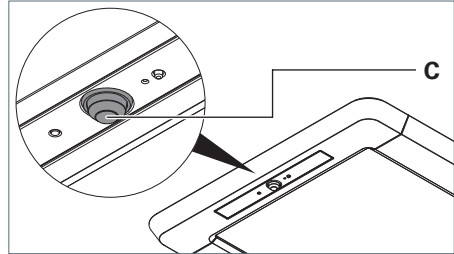
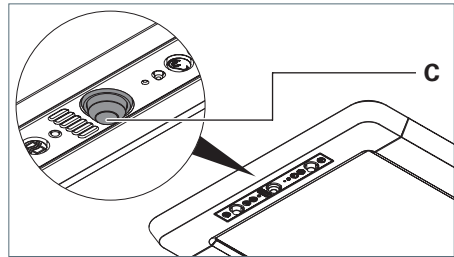

Fig. 29: PIR Sensor, Ausführung R.
Fig. 30: PIR Sensor, Ausführung RX.
- Stellen Sie den Kugelkopf **C** des PIR Sensors in die gewünschte Richtung, siehe Fig. 29 und siehe Fig. 30.